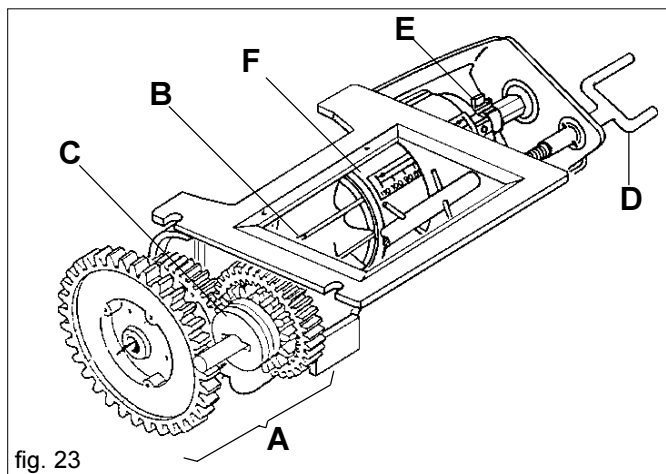
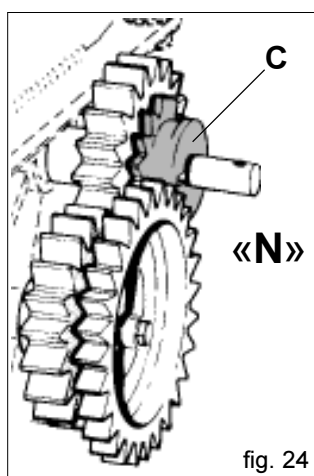
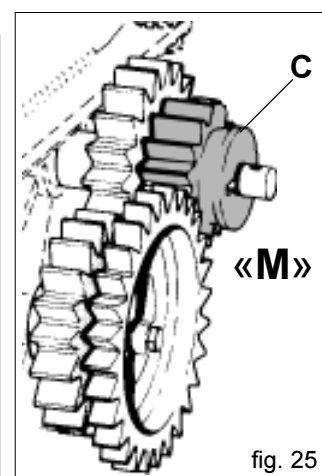

fig. 23
fig. 24
fig. 25
Der Dosierer (Abb. 23) ist die wichtigste Vorrichtung für den Betrieb der Sämaschine und ist unter dem Saatgutbehälter angebracht. Er wird mittels Zahnrädern (deren Verhältnis proportional zur Arbeitsbreite ist) und Ketten vom Treibrad angetrieben. Der Dosierer besteht aus einem Getriebe (A Abb. 23), das zwei Übersetzungen des Zahnrads (B) ermöglicht, indem die Position des roten Zahnrads (C fig. 24, 25) verändert wird. In der Stellung «N» (Abb. 24) beträgt das Getriebeverhältnis 1:1 und wird durch das Zahnradpaar Z19 realisiert. Wenn das Rad (C) auf «M» (Abb. 25) verstellt wird, halbiert das Zahnrad seine Drehzahl, da der Antrieb in diesem Fall aus dem roten Treibrad Z14 und dem angetriebenen Rad Z28 zusammengesetzt ist. Bei der Durchführung der im Kapitel 3.4.2 beschriebenen Säprobe wird festgestellt, daß die verteilte Saatgutmenge bezüglich einer Probe mit Verhältnis 1:1 halbiert ist (siehe Tabelle 4). Die Stellung «M» des Zahnrads (C) ist für das Aussäen von ziemlich kleinem Saatgut und geringen Mengen erforderlich. Der Schraubenstab (D) ermöglicht die Einstellung des Schiebers bezüglich des aus der Tabelle und der Säprobe resultierenden Wertes (Kapitel 3.4.2).
Die Sperrfeder (E Abb. 23) ermöglicht es, den Öffnungsbereich des Schiebers und gleichzeitig den Durchsatz der Dosierrolle zu verändern. Die Stellung «E1» (Abb. 26) ermöglicht das Öffnen des Schiebers auf der Gradskala von 0 bis 110 und mit maximaler Säleistung der Dosierrolle. Die Stellung «E2» ermöglicht dagegen das Öffnen des Schiebers von 0 bis 25 mit reduzierter Säleistung der Dosierrolle. Es ist wichtig darauf hinzuweisen, daß der Schieber immer vollständig geschlossen werden muß (auf 0 der Gradskala stellen), um die Position der Sperrfeder (E) umzukehren.